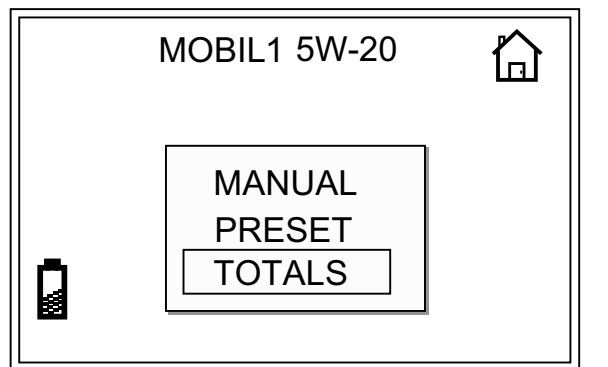

FIG. 27
1. Desde la pantalla de INICIO, utilice las FLECHAS ARRIBA o ABAJO para seleccionar TOTALS (Totales) (FIG. 27).